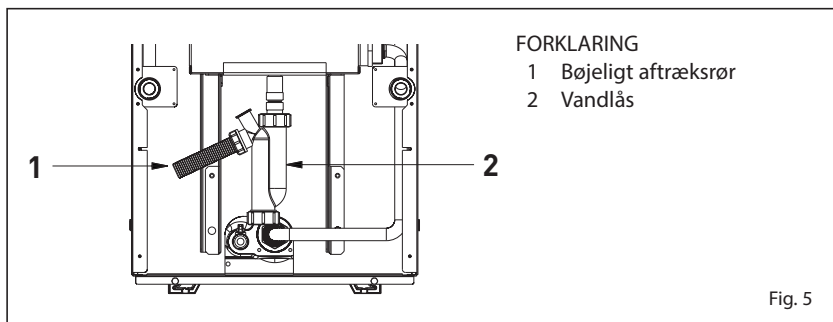

Fig. 5
1.6 TILSLUTNING UDLEDNING KONDENS Vand (fig. 5)
1.7 KAPPENS MONTERING (fig. 5/a - fig. 5/b)